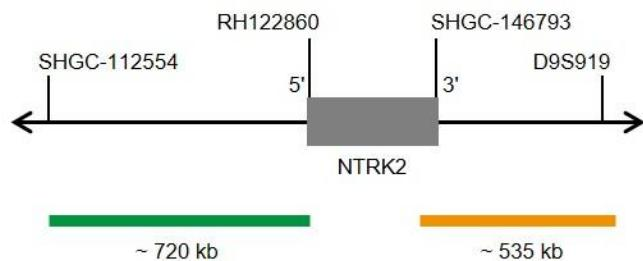

Fig. 1: SPEC NTRK2 Mapa da sonda (sem escala)
- Polinucleótidos (~10 ng/μl) com marcação ZyGreen (excitação 503 nm/emissão 528 nm), dirigidos ao mapeamento de sequências alvo em 9q21.32-q21.33* (chr9:86,569,621-87,287,312) proximais à região de quebra do NTRK2 (ver Fig. 1).
- Polinucleótidos (~4.5 ng/μl) com marcação ZyOrange (excitação 547 nm/emissão 572 nm), dirigidos ao mapeamento de sequências alvo em 9q21.33* (chr9:87,589,037-88,124,082) distais à região de quebra do NTRK2 (ver Fig. 1).